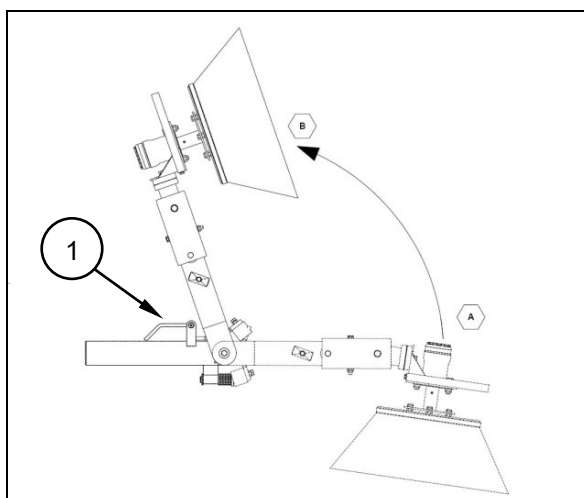

Fig. 4.8
- Sidebørsterne (fig. 4.8) svinges opad og sikres (1).